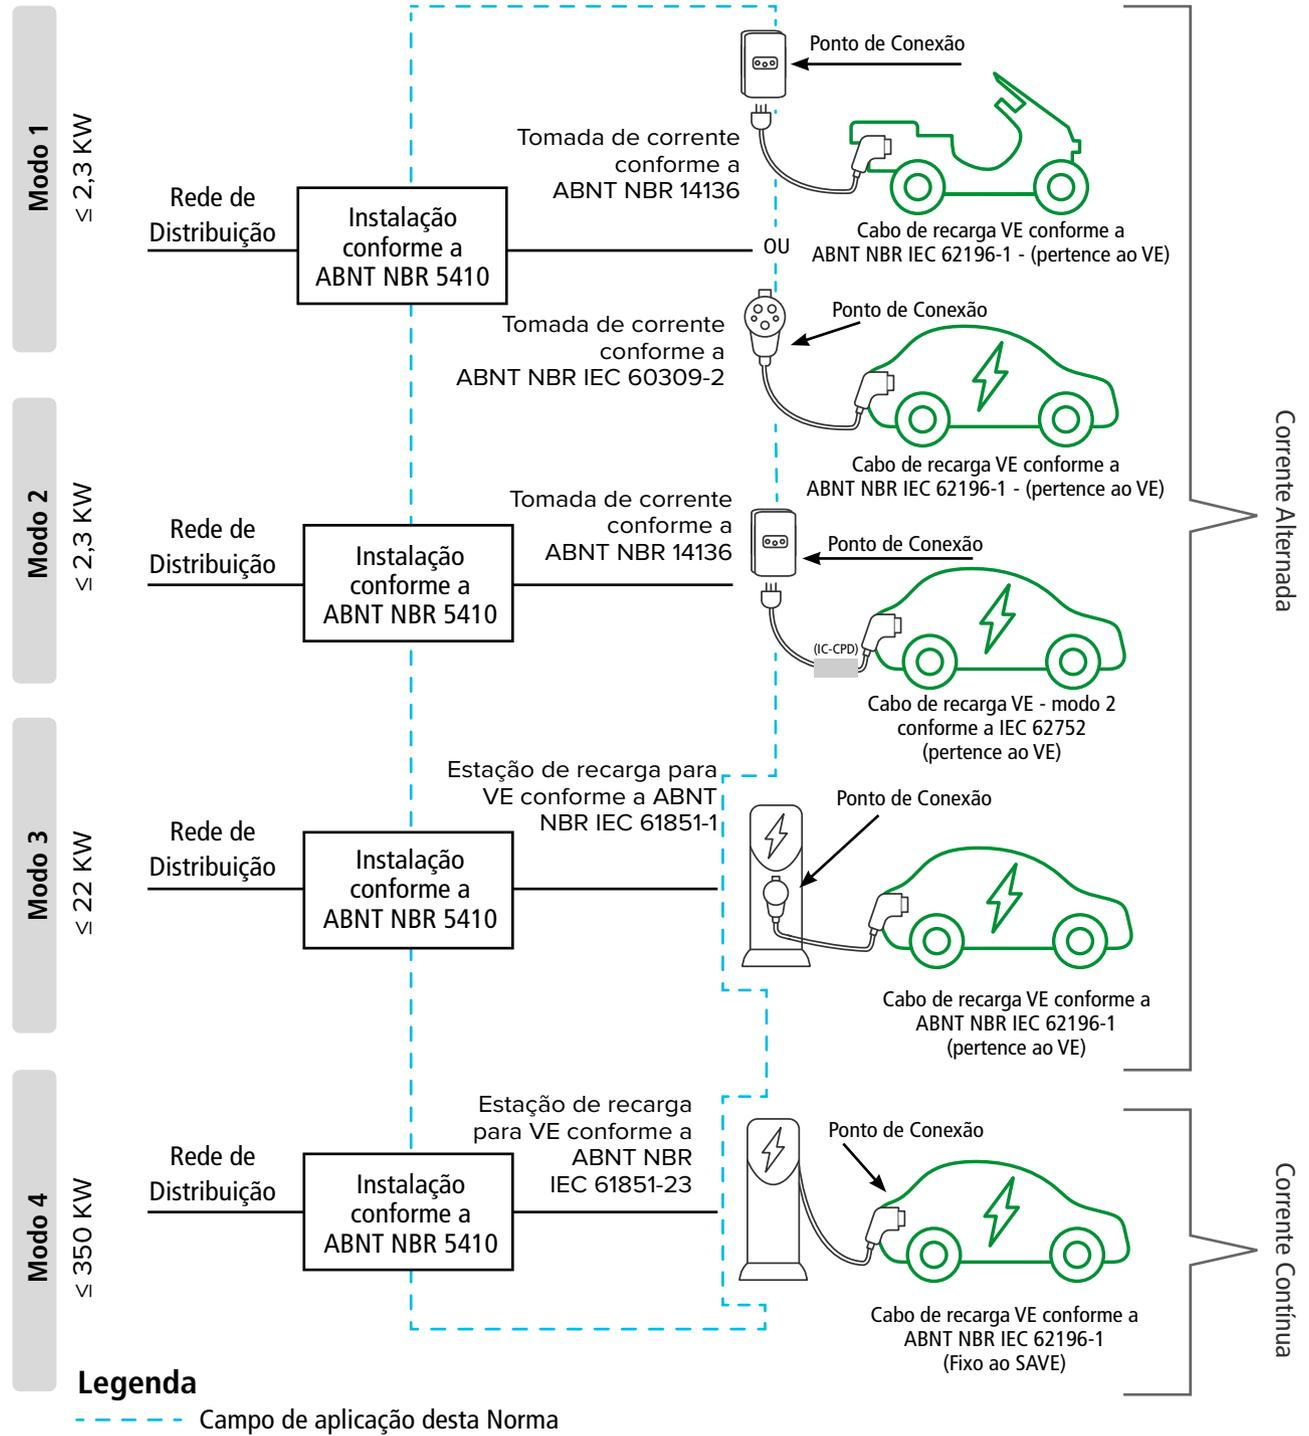

Figura A.5 - Campo de aplicação desta Norma ao integrar um SAVE à instalação elétrica fixa
O item 3.104, por exemplo, define que “Ponto de conexão” para veículo elétrico é o ponto de acoplamento com a instalação elétrica fixa onde a energia elétrica é transferida de ou para um veículo elétrico (ver Figura A.5). São exemplos de pontos de conexão: tomada de corrente, dispositivo de transferência de energia sem fio, tomada móvel para VE.